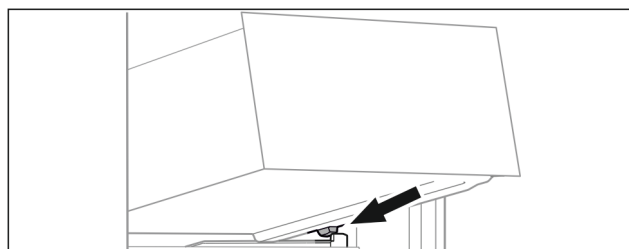

Fig. 67
- ▶ Schubfach schräg hinter den Stoppern auf Behälterrippe aufsetzen. (siehe Fig. 67)